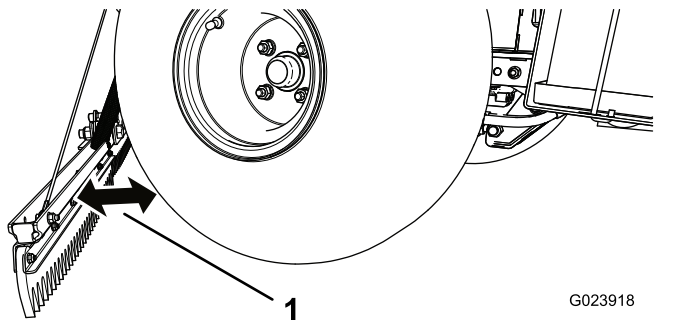

Figura 18
1. Pivote el rastrillo hacia un lado. El perno de tope debe entrar en contacto con la barra de tracción cuando el rastrillo está a una distancia de 51 mm del neumático (Figura 18).